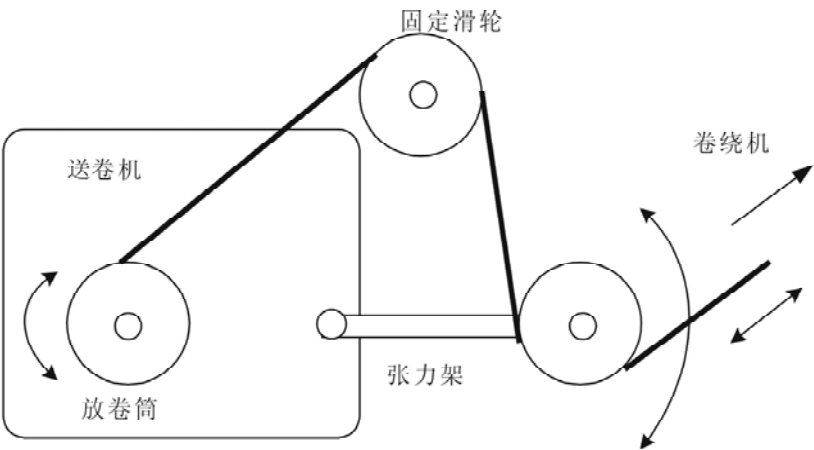

图8-2-4 送卷机 • 卷绕机功能系统例
- 图8-2-4中表示送卷机的构成图。送卷机与卷绕侧的卷绕速度同步是基本动作。但是，卷绕装置不能提供速度情报时连动运转是非常困难的。